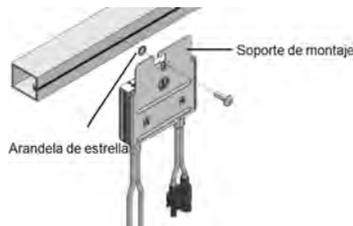

Figura 3: Instalación y conexión a tierra del optimizador de potencia con arandela de estrella
1. Determine la ubicación de montaje del optimizador de potencia y utilice los soportes de montaje para fijarlo a la estructura de soporte (Consulte *Figura 3*). Se recomienda montar el optimizador de potencia en un lugar protegido de la luz solar directa. Para los optimizadores de potencia montados en marco, siga las instrucciones suministrada con estos o consulte https://www.solaredge.com/sites/default/files/installing_frame_mounted_power_optimizers.pdf.